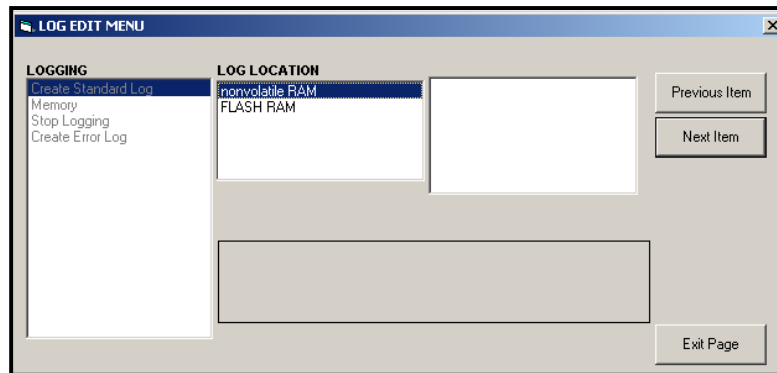

Figure 12: Emplacement du journal dans l'option Créer un journal standard
- a. Double-cliquez sur l'option Créer un journal standard . La fenêtre ressemble maintenant à la figure 12.